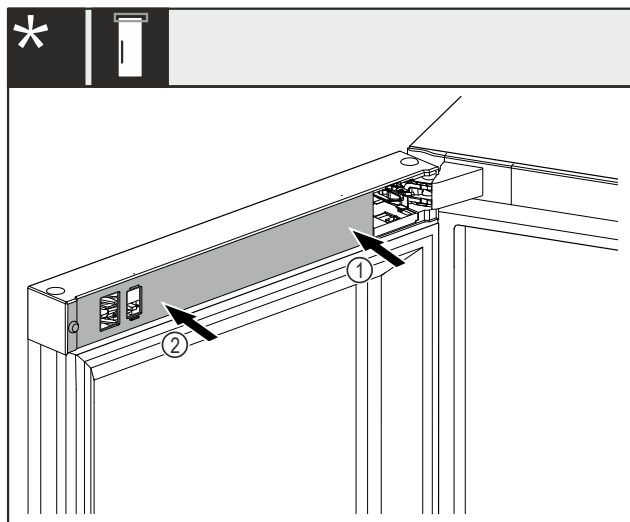

Fig. 48 *
► Aplicaţi şi fixaţi în poziţie capacul Fig. 48 (1) mai întâi pe partea suportului de lagăr.*
► Aplicaţi şi fixaţi în poziţie capacul Fig. 48 (2) pe partea exterioră.*